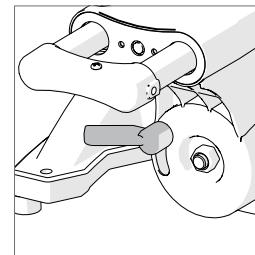

Fig. 4
- Allentare la manopola di blocco dell'inclinazione (**Fig. 4**).